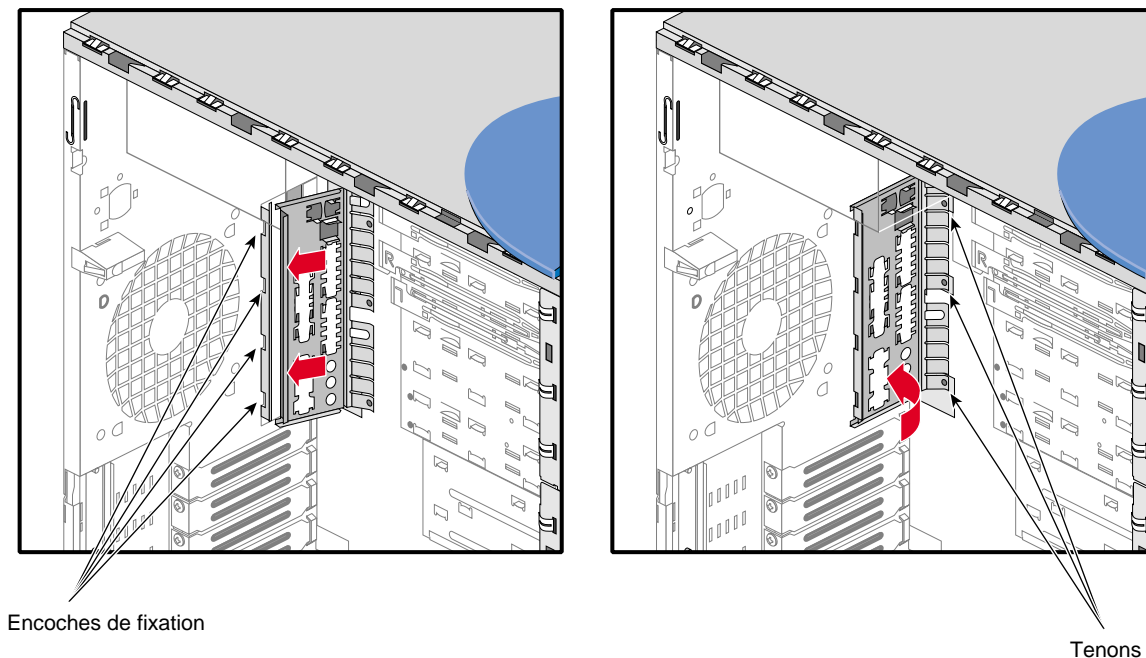

Figure 2-26 Installation de la plaque du panneau des E/S
1. Localiser les quatre encoches de fixation situées sur le logement du panneau des E/S du système. La Figure 2-26 montre la position des encoches de fixation.
2. Emboîter les quatre tenons de la plaque E/S dans les encoches correspondantes, situées sur le logement du panneau des E/S. La Figure 2-26 montre la procédure correspondante.